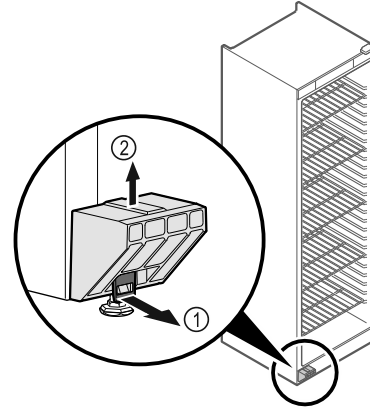

Fig. 5
- Potiahnite sponu Fig. 5 (1) dopredu.
- Vytiahnite prepravnú poistku Fig. 5 (2) nahor.